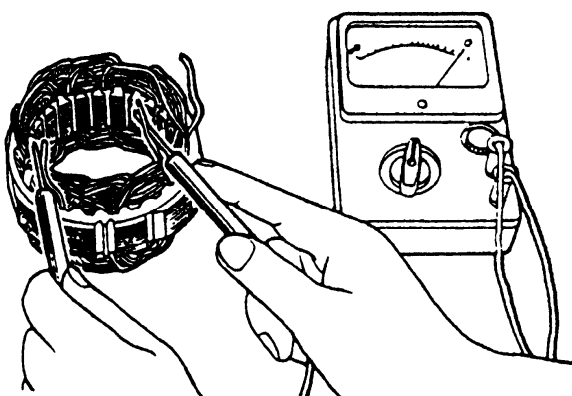

图 9-42
(2) 定子的检查
①检查线圈导线间的导通状况，如不导通，应更换定子（见图 9-42）。